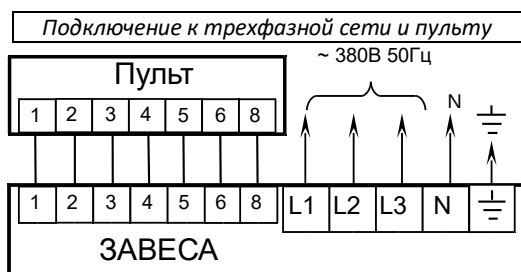

Рис. 3. Схемы подключения завес к электросети и пульту управления
7. Подключить сетевой кабель и кабель управления согласно маркировке на клеммных колодках (см. схему подключения завесы к электросети и пульту на рис. 3.) L1 желательно подключить к фазе с напряжением максимально близким к 220 В.